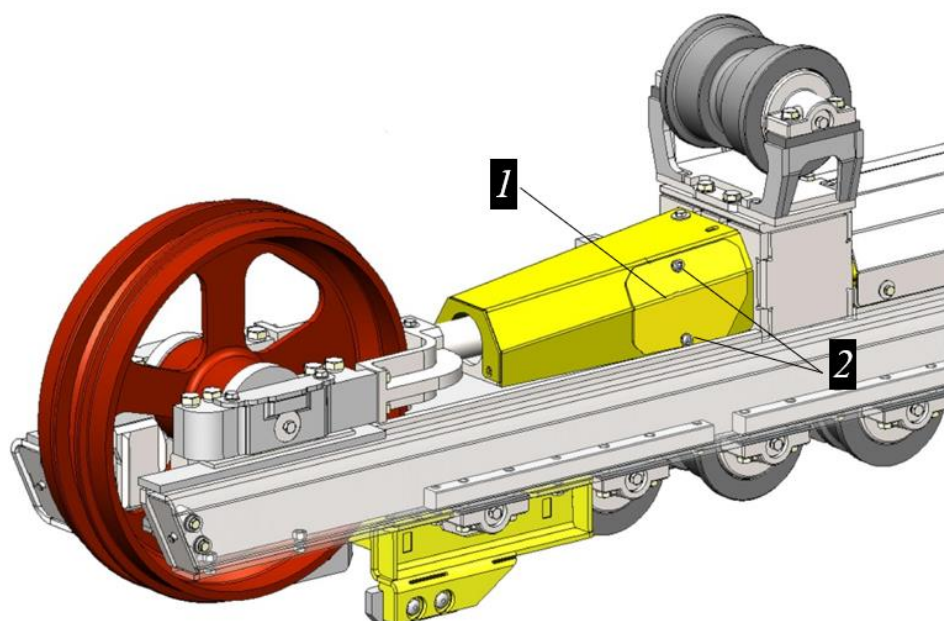

Рисунок 12.31. Крышка на раме гусеничной тележки
- Открутить два винта крепления крышки поз. 2, рис. 12.31.
- Установить защитную крышку 1, завернуть крепежные винты 2, рис. 12.31